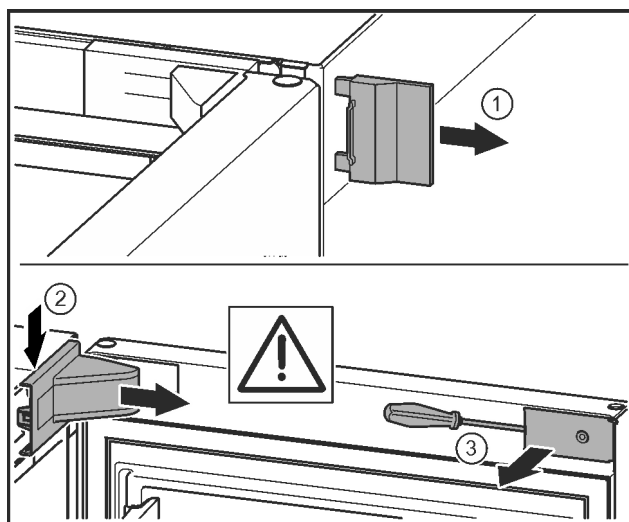

Fig. 7
- ▶ Sejměte vnější kryt. Fig. 7 (1)
- ▶ Odjistěte a uvolněte kryt stojanu ložiska. Sejměte kryt stojanu ložiska. Fig. 7 (2)
- ▶ Plochým šroubovákem odjistěte lištu a otočte ke straně. *Fig. 7 (3)*